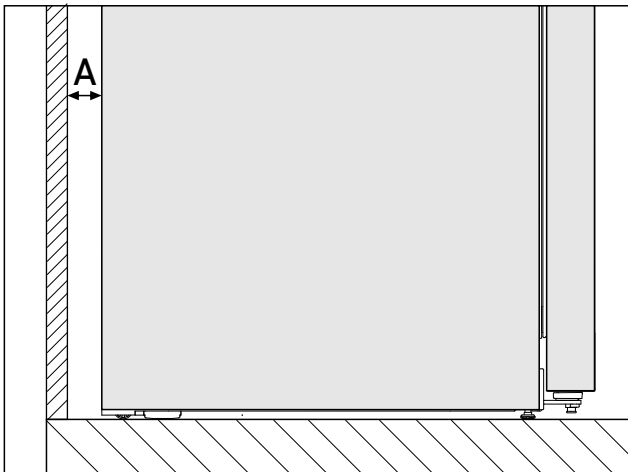

Fig. 2 *
Konsumi i energjisë është përcaktuar me një distancë Fig. 2 (A) midis faqes së pasme të pajisjes dhe murit. Kur distanca nga muri është më e vogël se Fig. 2 (A), nuk ka ndikim në funksionalitetin e pajisjes. Në distancën e vogël të murit mund të rritet pak konsumi i energjisë dhe mund të krijohet kondensim në faqen e pasme të pajisjes.*